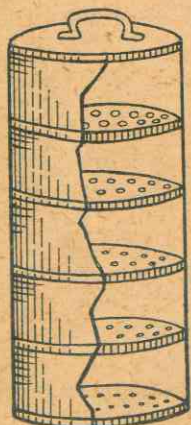

Fig. 7. - Tamiz.
a) Tamizado. — Se usa este procedimiento para separar partículas de distinto tamaño. Un tamiz consta de tres partes: el cedazo, el recipiente y la tapa (fig. 7).